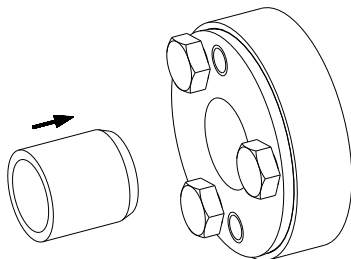

Fig. 5: insérer l'arbre creux dans la frette
- Desserrer les vis de quelques tours et insérer la frette de serrage KTR 620 entre l'arbre et le moyeu (voir figures 5 et 6).